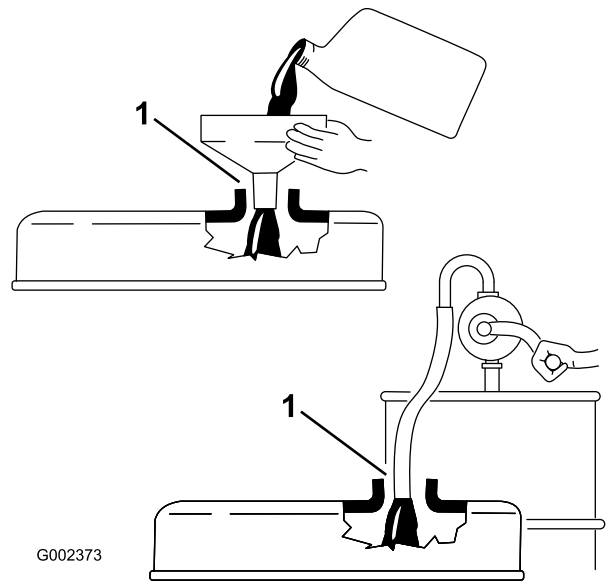

Figura 44
3. Si el nivel de aceite es bajo, retire el tapón de llenado (Figura 44) y añada aceite suficiente para que el nivel de aceite llegue a la marca Lleno de la varilla.
**Importante:** Cuando se añade o se carga aceite, debe haber una holgura entre el dispositivo de llenado de aceite y el taladro de llenado de aceite en la cubierta de la válvula, como se muestra en Figura 44. Esta holgura es necesaria para la ventilación durante el llenado, lo cual evita que el aceite exceda el respiradero.